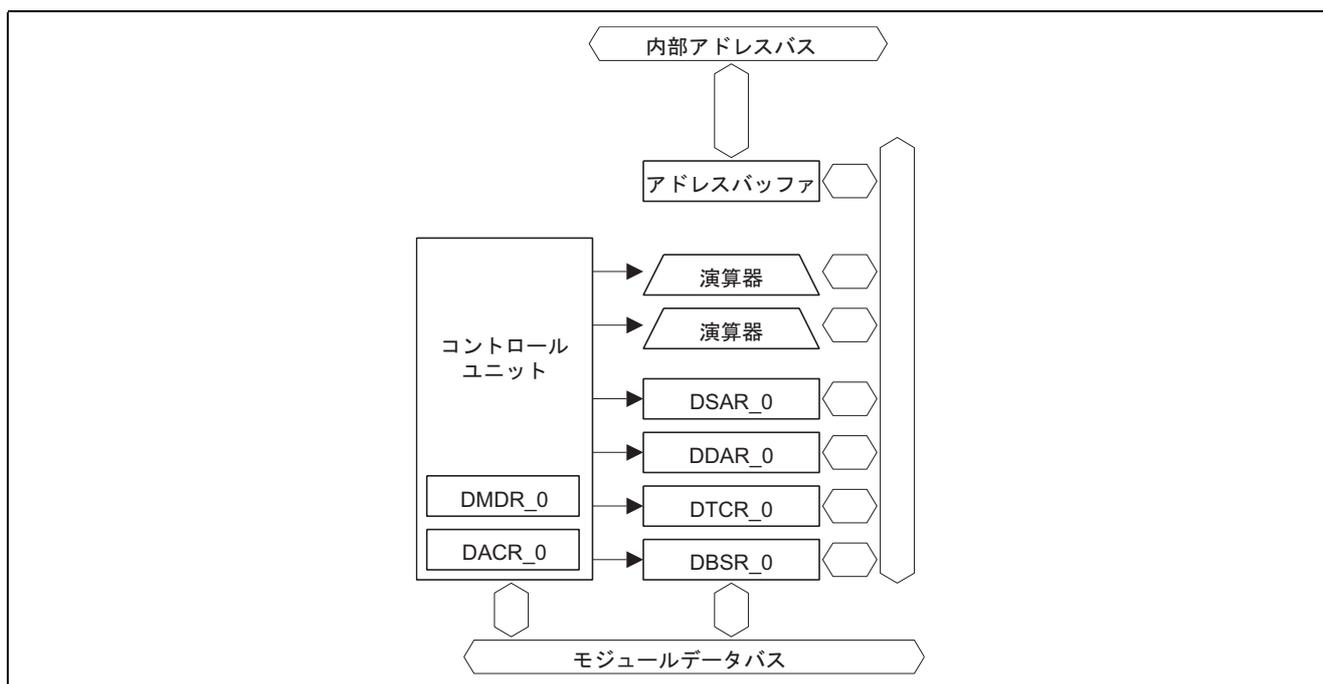

図2 DMAC のブロック図
2.1 DMAC のブロック図を図 2 に示します。以下に DMAC のブロック図について説明します。